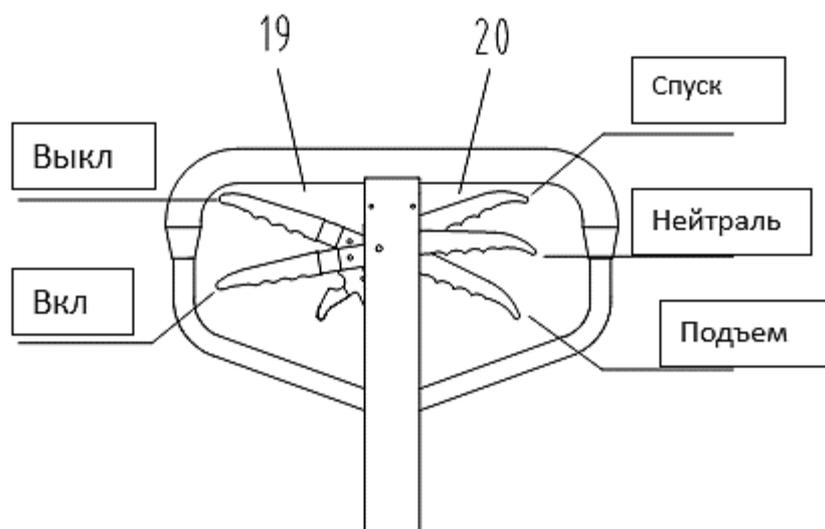

Рис.8
После завершения сборки переведите левую ручку рукояти 19 в нерабочее положение, попробуйте покачать рукоять и поработайте с разными положениями правой ручки рукояти управления 20, проверьте, нормальны ли подъем, нейтраль и опускание, (см. Рис.8.)
- Если рукоятка 20 поднята, тележка находится в состоянии подъема, если в этот момент вы качнете ручку, тележка будет поднята, (См. Рис.8)
- Если в этот момент вы качнете ручку, тележка не будет ни опускаться, ни подниматься. Вы можете использовать тележку для перемещения груза, см. рис.8.
- Если рукоятка 20 находится в положении опускания, вилы тележки опустятся. В этом случае вилы тележки опустятся автоматически, (См. Рис.8)